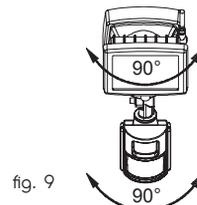

fig. 9
- Il est possible de tourner à droite ou à gauche de 45° aussi bien la lampe halogène que le module IR pour une course totale de 90°. Régler sur la base de vos propres exigences (fig.9):